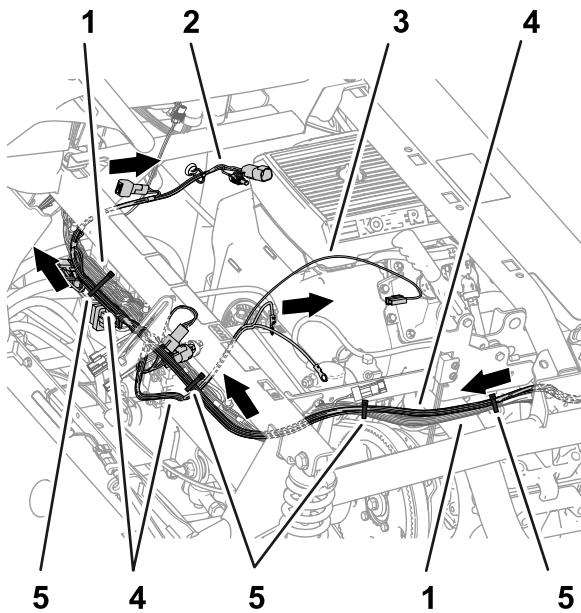

図 84
5. 84cm の枝線、60cm の枝線、66cm の枝線を、図 84 に示すように、ショックサポートチューブに交差させる。
6. 図 82、図 83、図 84のように、キットのワイヤハーネスを車両に固定する。